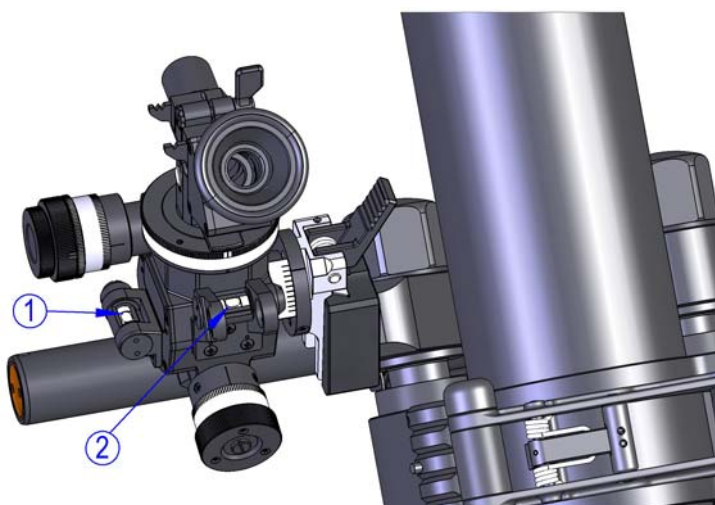

Fig. 27
- girando la manecilla (Fig. 7 [1], véase la pág. 16) ajustará el nivel de elevación (Fig. 27 [1], pág. 74)
- ajusta el nivel para corregir la nivelación en cruz girando la rueda de mano (Fig. 6 [3], pág. 15) del mecanismo de nivelación en cruz (Fig. 27 [2], pág. 74)